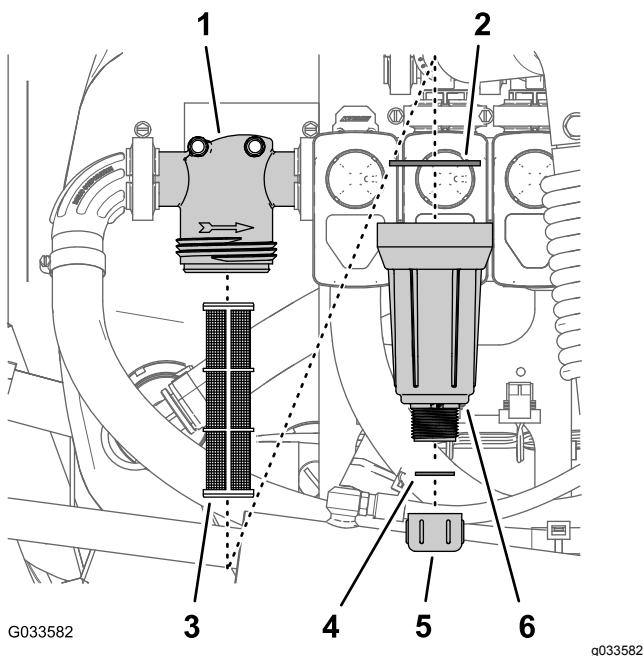

Figura 79
2. Allineate una bacinella di spurgo sotto il filtro della pressione (Figura 79).
3. Ruotate il tappo di spurgo in senso antiorario e rimuovetelo dal pozzetto del filtro della pressione (Figura 79).
4. Ruotate il pozzetto in senso antiorario e rimuovete la testa del filtro (Figura 79).
5. Rimuovete l'elemento del filtro della pressione (Figura 79).
7. Controllate la guarnizione del tappo di spurgo (situato all'interno del pozzetto) e la guarnizione del pozzetto (situato all'interno della testa del filtro) per escludere danni e usura (Figura 79).
8. Montate l'elemento del filtro della pressione nella testa del filtro (Figura 79).
9. Montate il pozzetto sulla testa del filtro e serrate manualmente (Figura 79).
10. Montate il tappo di spurgo sul raccordo nella parte inferiore del pozzetto e serrate il tappo manualmente (Figura 79).